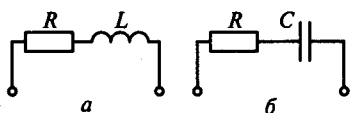

Рис. 137
**4.2.** Чему равны постоянные времени  $\tau_a$  и  $\tau_b$  контуров, соответственно показанных на рис. 137, а и б? (Указать неправильный ответ.)